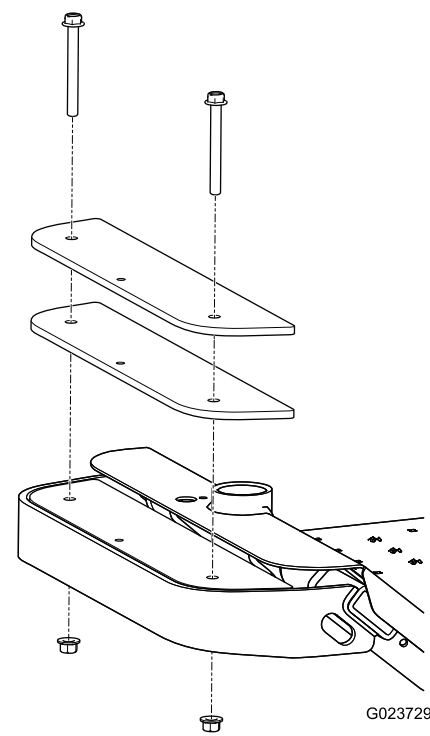

图12
1. 拆下将现有配重块固定在机器前面的 2 个螺栓和 2 个螺母 图12。